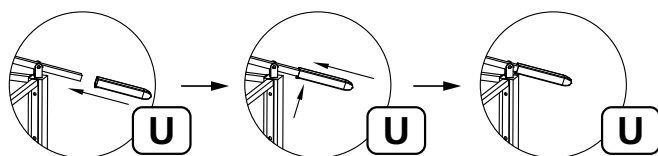

Fig. 9
Posizionare una prolunga (U) alle estremità delle traverse della copertura bilivello (H) premendo sui perni a molla all'estremità della parte H e spingendo contro la parte U per fissarle insieme, vedere la Fig. 9. Continuare a premere la parte U fino a quando il perno a molla della parte H raggiunge il terzo occhio.